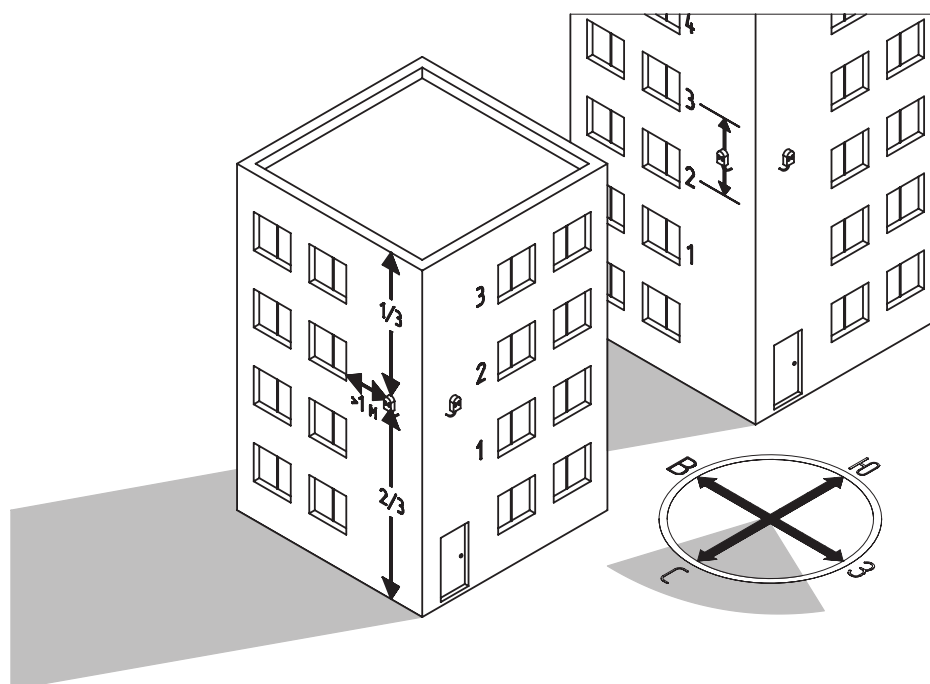

Рис. 30 Место размещения датчика уличной температуры
- Датчик наружной температуры необходимо устанавливать на местах, недоступных воздействию прямых солнечных лучей, или иных источников тепла (окон, дверей, выводов пароуловителей и т.п.), см. **Рис. 30**;